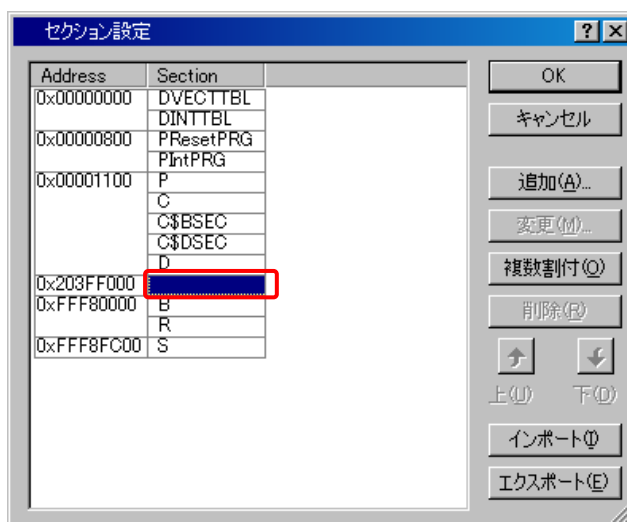

図5.3.14 セクション設定④
- (4) セクションアドレスが追加され、[セクション]ダイアログボックスに戻ります。図 5.3.14に示すように空白の「Section」を選択し、"追加"ボタンをクリックします。